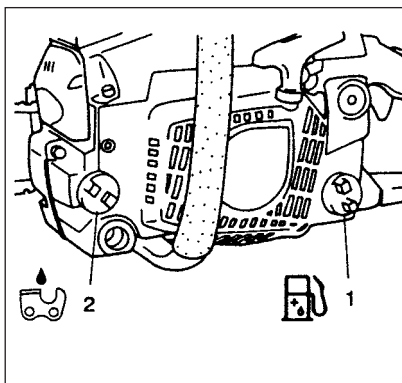

Fig. 2-1B
#### ⚠ ADVERTÊNCIA! (Fig. 2-1B)
#### Óleo para corrente (Fig. 2-1B)
Para esvaziar o depósito do combustível (1) ou o depósito do óleo para correntes, pouse o aparelho com as tampas viradas para lado. (Fig. 2-1B)